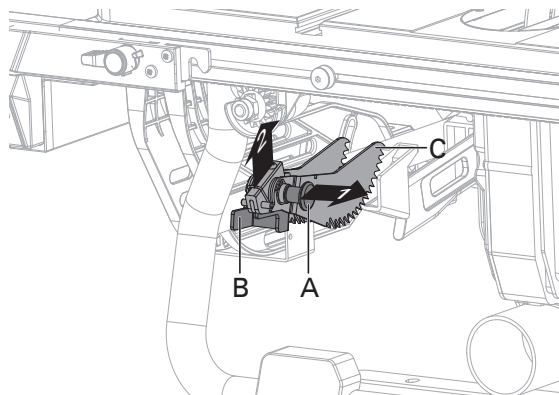

Fig. 9a
INSTALLATION DES GRIFFES ANTI-RECU ET DU PROTÈGE-LAME (Fig. 9a-9b)
- Extraire et maintenir le bouton (A) puis pousser les griffes anti-recul vers le haut, les retirer de leur rangement (B) situé à l'intérieur du côté gauche de la scie. (Fig. 9a)
- Extraire et maintenir le bouton (A). Aligner la fente sur les griffes anti-recul (C) avec la fente (D) sur le couteau diviseur (E). Placer la goupille creuse (F) sur les griffes anti-recul (C) dans la fente (D) sur le couteau diviseur (E).
- Pousser les griffes anti-recul (C) vers le bas jusqu'à ce qu'elles s'enclenchent et libérer le bouton (A) pour insérer la goupille (G) dans le trou (H) sur le couteau diviseur (E).